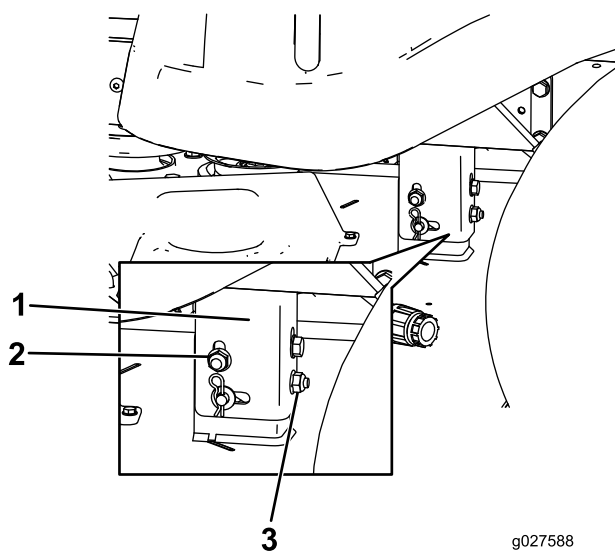

Figure 57
8. Élevez ou abaissez le côté gauche du tablier de coupe en tournant l'écrou arrière (Figure 57).
Remarque: Tournez l'écrou arrière dans le sens horaire pour élever le tablier de coupe ou dans le sens antihoraire pour abaisser le tablier. (Figure 57).